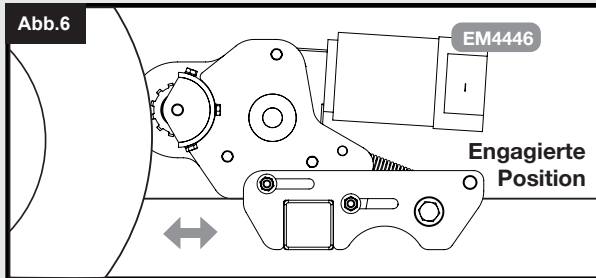

Abb.7
Bei den Mover-Modellen EM4446 Ego Enduro und EGO400 Titanium erfolgt das Einkuppeln manuell. Um die Motoren einzukuppeln, setzen Sie das Einkuppelwerkzeug (6) auf die Motorspindel (Abb. 2.G oder Abb. 3.G) parallel zum Boden in einer vom Rad abgewandten Position. Zum Einkuppeln des Motors drehen Sie das Einkuppelwerkzeug um 180° in Richtung des betreffenden Rades (siehe Abb.4 oder Abb.7). Wenn Sie die Betätigungsstangen richtig montiert haben, sollte der Vorgang des Einkuppelns eines Motors anschließend auch die gegenüberliegende Seite des Fahrzeugs Einkuppeln.